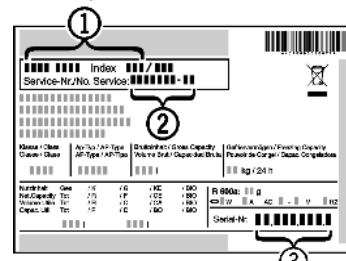

Fig. 64
- ▶ Odczytać z tabliczki znamionowej oznaczenie urządzenia Fig. 64 (1), nr serwisowy Fig. 64 (2) oraz numer seryjny Fig. 64 (3). Tabliczka znamionowa znajduje się po lewej stronie wewnątrz urządzenia.